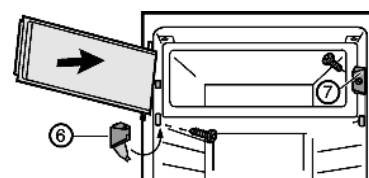

Fig. 4
- ▶ Sluitstuk Fig. 4 (7) monteren.
- ▶ Lagerbus Fig. 4 (6) monteren en afdekking dichtklappen.